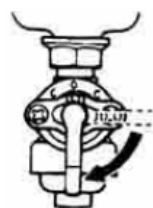

Рис. 4
- Плавно вытянуть до упора трос ручного стартера за ручку (поз. 2 рис. 1) и вернуть в исходное положение (см. также рис. 4).